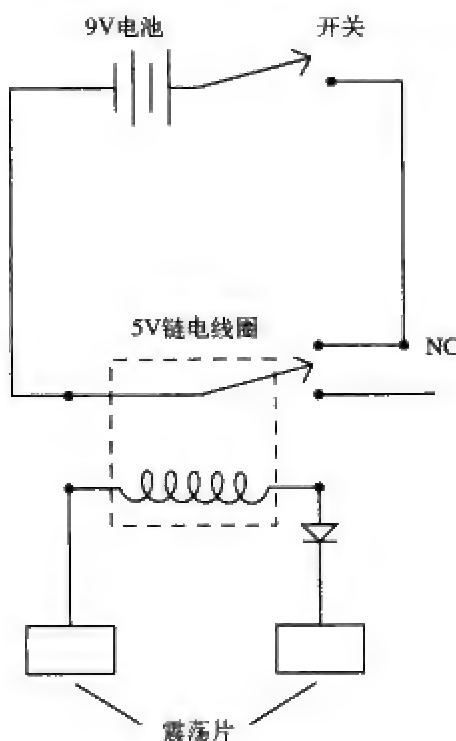

图4-40 玩具震荡电路
Steve Peterson的电路如图4-40所示，这是用在玩具上的，如果有人^①想拿走电路内嵌的有意思的设备，一定会被延迟电路上所加的电势差吓了一跳。